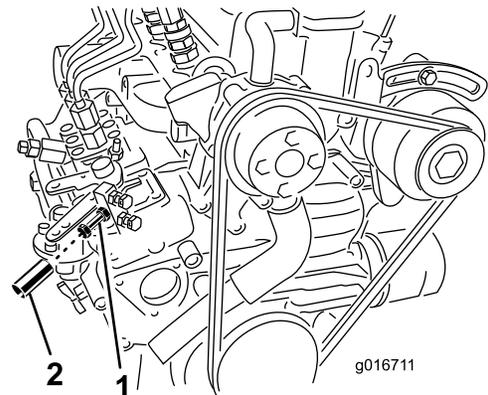

図 6
3. タコメータを見ながら、エンジンについてのスロットル調整ねじ (図 6) を使って、エンジンの最高回転数を 3200 RPM にセットし、調整ねじについてのジャムナットを締め付ける。
5. スロットル調整ねじとジャムナット (図 6) にアルミチューブを被せ、チューブをつぶしてスロットルを勝手に調整できないようにする。